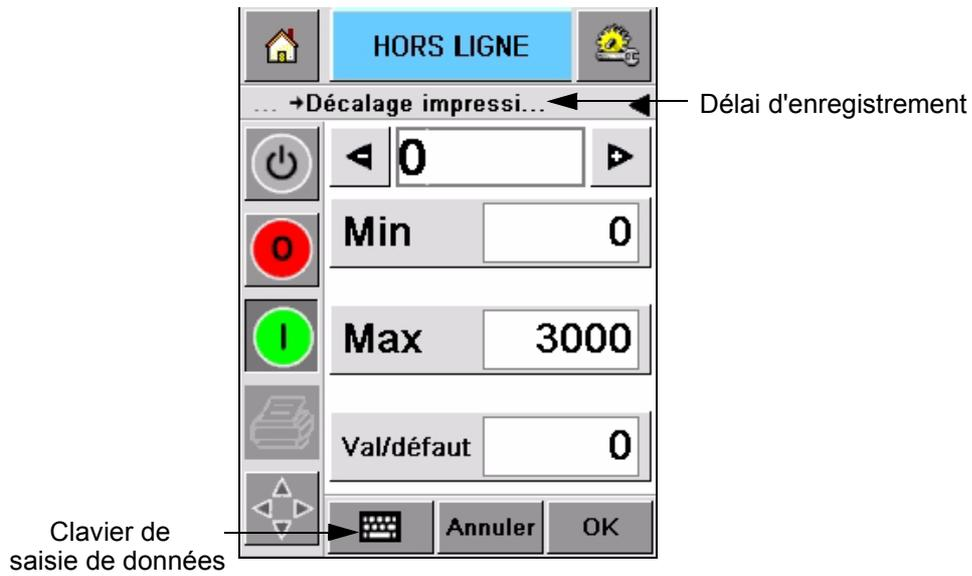

Figure 5-15 : Délai d'enregistrement
- 2 Touchez l'icône de *Délai d'enregistrement* . Entrez la nouvelle position d'impression (en millimètre) à l'aide du clavier (Figure 5-15 à la page 5-12).